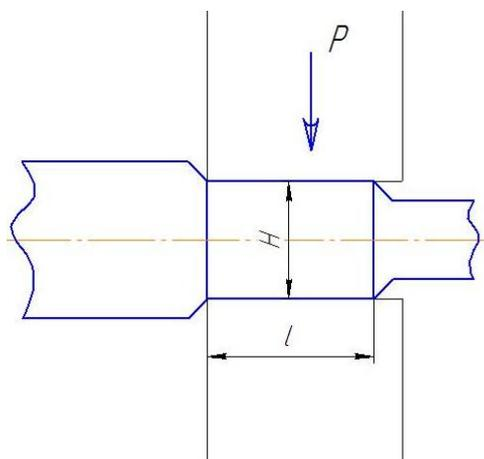

Рис.1. Очаг деформации при протяжке.
*Протяжка* — это удлинение заготовки или ее части за счет уменьшения площади поперечного сечения (рис. 1).